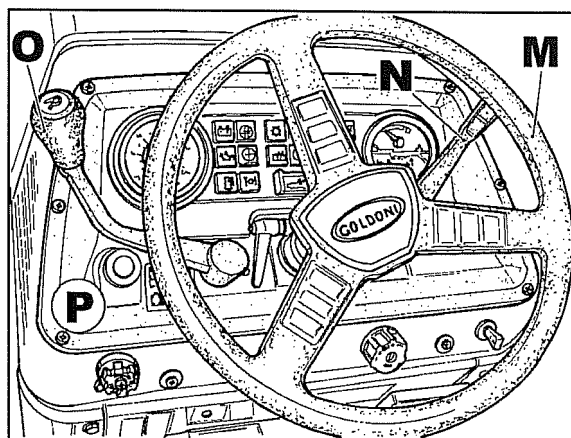

Fig. 8
- 12 Tirar o volante **M** fig. 8, a alavanca do acelerador de mão **N**, a alavanca redutor-inversor **O** e o tablier **P**.